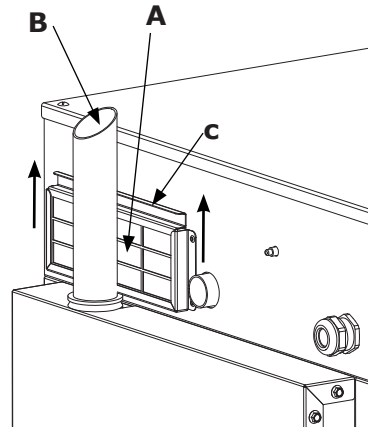

fig. 64
El filtro se encuentra en la parte posterior del horno (ref. **A** - fig. 64).
1. Sujete el linguete del filtro (ref. **C** - fig. 64), y levántelo deslizando hacia arriba el filtro de su alojamiento.
La salida de humedad (**ref. B fig. 64** pág. 39) expulsa los vapores generados en el interior de la cámara de cocción.